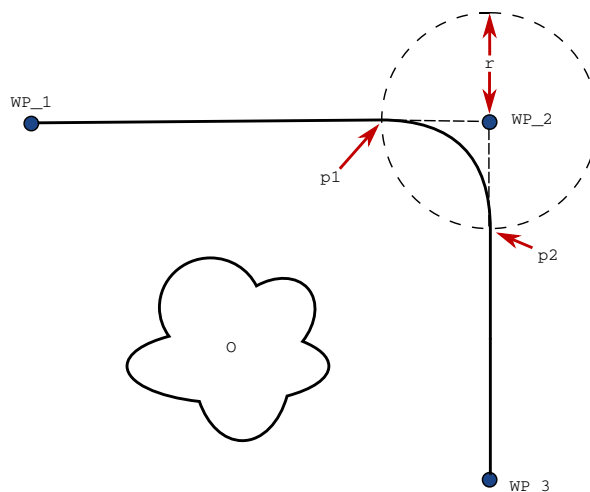

Figura 15.3: Amestecare WP\_2 cu raza  $r$ , poziție inițială amestecare la  $p1$  și poziție finală amestecare la  $p2$ .  $o$  este un obstacol.
**Parametri amestec** Pe lângă punctele de trecere, mai mulți parametri vor influența traiectoria amestecului (vezi figura 15.3):